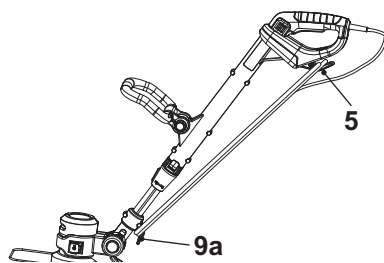

Fig. 30
5. Enrole o cabo de alimentação (3) ou o cabo de extensão nos dois recipientes do cabo (5, 9a) e fixe-o com um clipe para cabo adequado (Fig. 30).